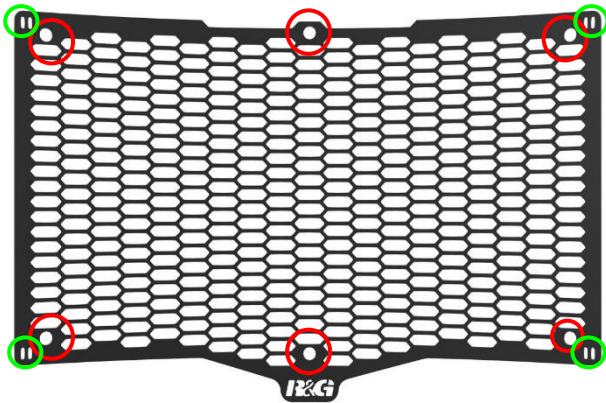

ABBILDUNG 1
- Die 6 x Gummitüllen (**ARTIKEL 2**) in die 6 x Öffnungen im Kühlerschutz (in **Abbildung 1** rot markiert) einsetzen und sicherstellen, dass die spitzen Enden nach AUSSEN gerichtet sind wie in der **ZEICHNUNG MONTAGE** oben abgebildet (Richtung Vorderrad, wenn der Schutz montiert ist).
- Sichern Sie die oberen Ecken des Kühlerschutz, indem Sie einen Kabelbinder (**ARTIKEL 3**) durch die oberen Schlitze des Kühlerschutz – siehe **Abbildung 1** (grün), dann durch die Spalten an den Ecken des Kühlers einsetzen.